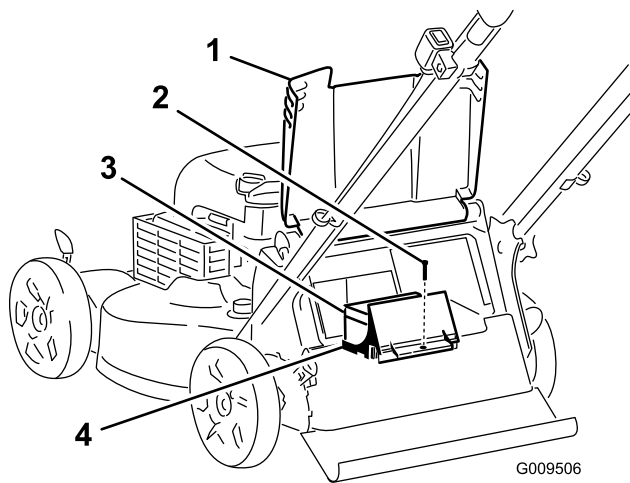

Figure 24
1. Soulevez le déflecteur arrière et trouvez le logement de la batterie (Figure 24).